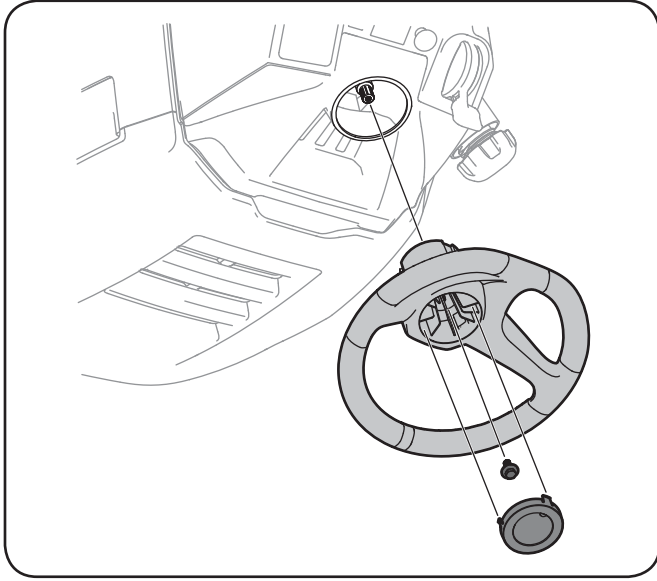

Figure 3-8
1. Placez les roues de l'appareil de sorte qu'elles pointent vers l'avant, puis placez le volant de direction sur l'arbre de direction en vous assurant que la ligne au milieu du volant pointent vers l'avant et que la partie plate du volant soit face vers le siège. Voir Figure 3-8.